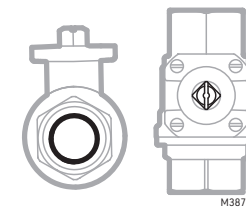

Fig. 3. Esempio di valvola a sfera aperta.
- Prima dell'installazione, assicurarsi che la valvola a sfera sia aperta per garantire l'allineamento con l'attuatore. Vedere Fig. 3.